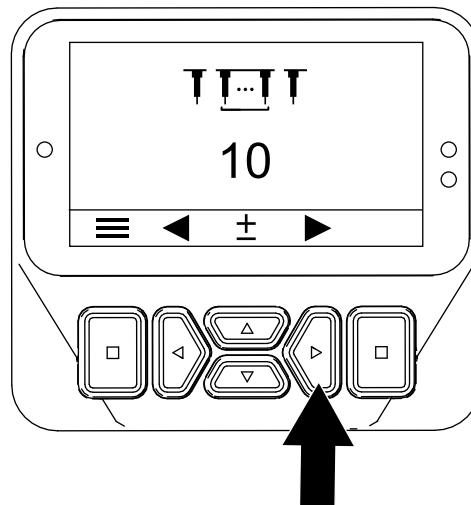

Figura 50
- Pulse el botón derecho para mostrar la pantalla Setting the Tine Quantity (Ajuste de la cantidad de taladros) (Figura 50).